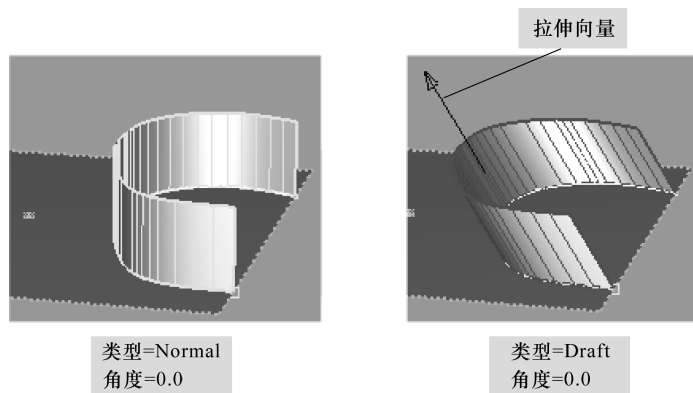

图 3-28 【Normal】与【Draft】
- 【Type】：【Type】（类型）包含两个选项，【Normal】与【Draft】，如图 3-28 所示。